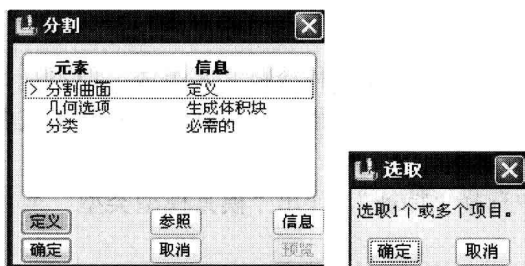
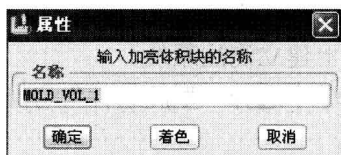

图 1-26 “分割”菜单
图 1-27 “属性”对话框
(2) 在菜单管理器中选择“两个体积块”→“所有工件”→“完成”命令，弹出“分割”菜单，如图 1-26 所示。
在图 1-26 中选择合适的分模面，单击“确定”按钮，弹出“属性”对话框，如图 1-27 所示。
(3) 在图 1-27 中的“名称”选项中输入分割出来的第一个模具体积的名称，然后单击“确定”按钮。再次弹出如图 1-27 所示的“属性”对话框，输入第二个模具体积的名称，单击“确定”按钮。
(4) 单击“完成/返回”按钮，回到主菜单。